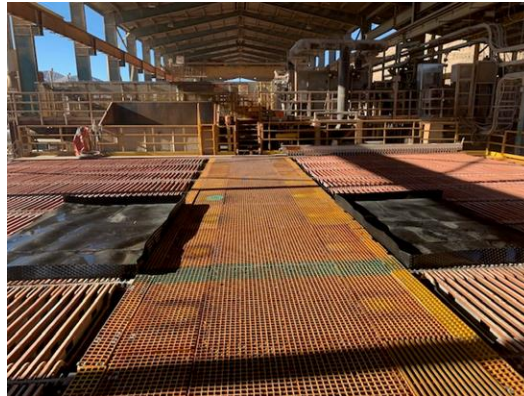

Figura 6: Carpeta de transición con línea límite de desplazamiento.
6.6.20. En el caso que debiese trasladar carpeta de transición, el movimiento siempre tiene que ser en dirección a la MDC, nunca en dirección a cabezal A, usando como límite línea demarcada, si se avanza hacia el cabezal de la nave el arco eléctrico será de mayor intensidad por existir mayor voltaje (ver figura 6). En el caso de desborde u otra actividad que signifique retirar carpeta, al finalizar trabajos debe ser repuesta en la misma posición.